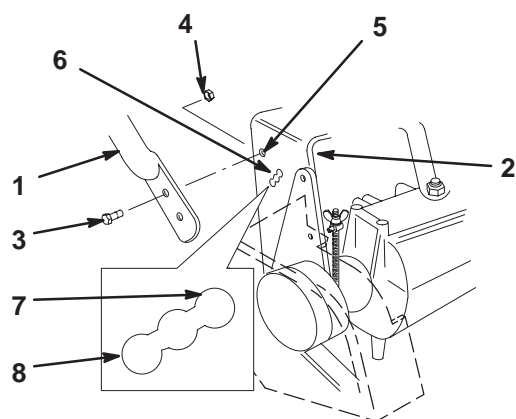

Figure 6
1. Alignez la poignée supérieure avec les trous de montage supérieurs du bâti arrière (Fig. 6).
2. Vissez un boulon à collerette (3/8 x 1") assorti d'un écrou à collerette dans chaque trou supérieur (Fig. 6). Serrez les boulons à 34 Nm.
3. Choisissez la position haute, intermédiaire ou basse pour le trou de montage inférieur (Fig. 6). Vous pouvez ainsi régler la poignée supérieure en fonction de la taille de l'utilisateur.
4. Vissez un boulon à collerette (3/8 x 1") assorti d'un écrou à collerette dans chaque trou inférieur (Fig. 6). Serrez les boulons à 34 Nm.